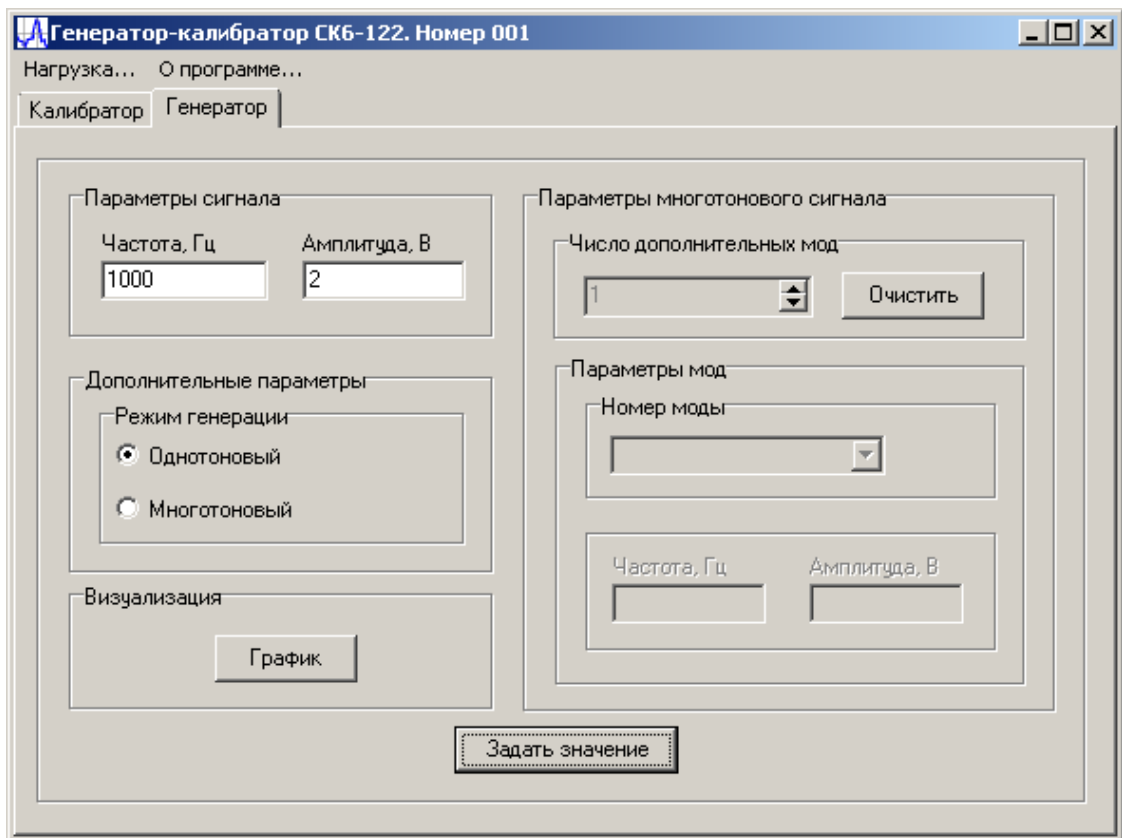
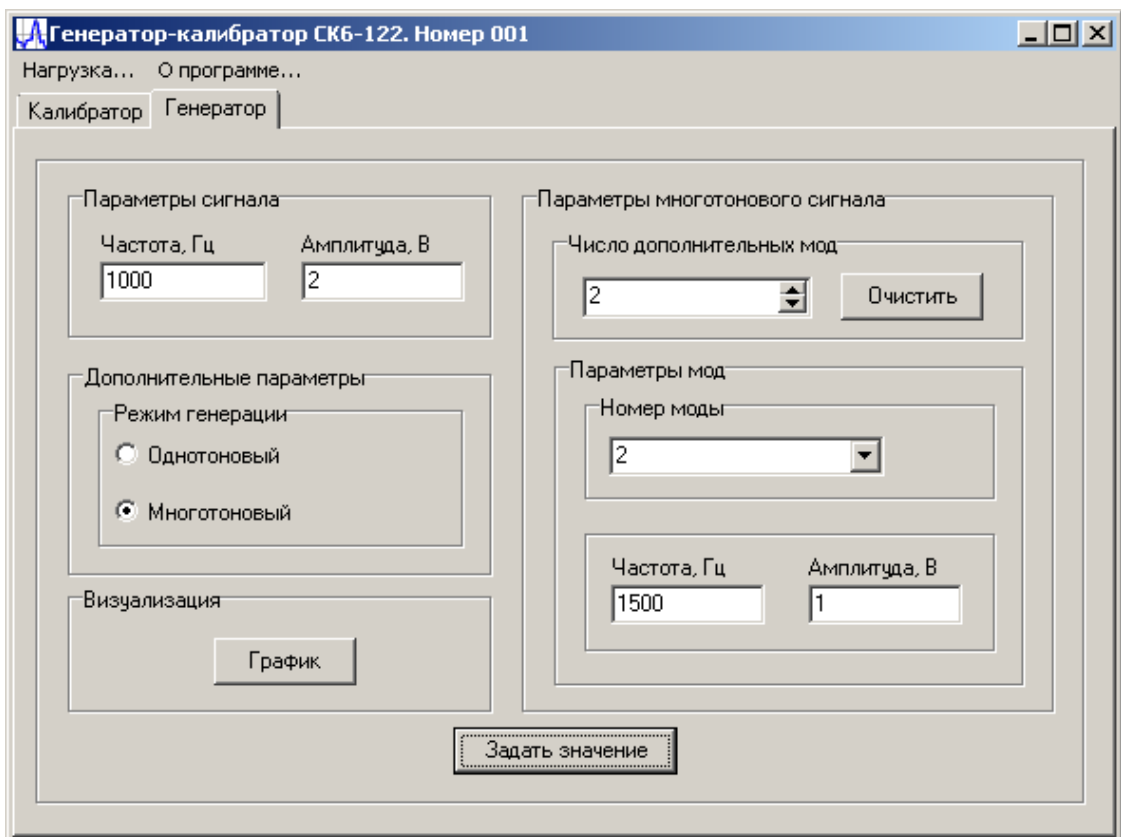

Рисунок 9. Вкладка «Генератор» программы управления СК6-122
Рисунок 10. Вкладка «Генератор». Многотоновый режим
5.5 Вкладка «Генератор» служит для управления генератором-калибратором СК6-122 в режиме генератора. На вкладке расположены следующие элементы управления и настройки (см. рисунок 9):
- область «Параметры многотонного сигнала» служит для задания параметров дополнительных мод. Область «Число дополнительных мод» содержит поле ввода, в котором стрелками можно выбрать число мод, и кнопку «Очистить», которая обнуляет частоту и амплитуду всех мод. Область «Параметры мод» служит для непосредственного задания частоты и амплитуды каждой моды. Для этого в выпадающем меню «Номер моды» необходимо указать номер моды, для которой будут заданы частота и амплитуда. В полях «Частота, Гц» и «Амплитуда, В» необходимо указать частоту и амплитуду моды (см рисунок 10).
Для работы прибора в режиме генератора необходимо переключиться на вкладку «Генератор» и выбрать режим работы – однотоновый или многотоновый (см. рисунок 9). В однотоновом режиме необходимо указать частоту и амплитуду сигнала. В многотоновом – количество мод, частоту и амплитуду каждой моды (см. рисунок 10). Следует помнить о том, что в однотоновом режиме нормируются параметры собственных искажений, частоты и амплитуды, а в многотоновом только частота и амплитуда каждой моды.